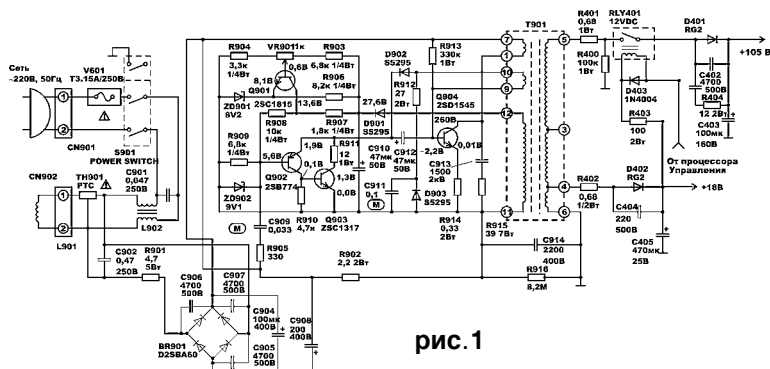

рис. 1
- дискретных транзисторах (на **рис. 1** приведена очень распространенная схема ИП телевизоров AKAI и многих других фирм);
Источники питания также различаются по типу получения сигнала обратной связи для стабилизации напряжения на нагрузке. На **рис. 1** для этого используется
Телевизор AKAI CT-G140D/G205D, китайской сборки, поставлялся в СНГ в 1995...97 г. Его схему найти невозможно, однако схема ИП подобна приведенной на рис.1